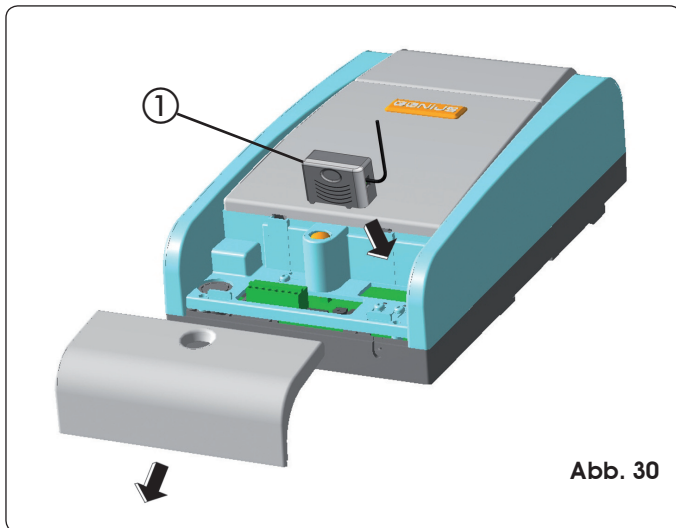

Abb. 30
Das elektronische Steuergerät ist mit einem zweikanaligen integrierten Entschlüsselungssystem. Dank dieses Systems können, über ein zusätzliches Empfängermodul (Abb. 30 Bez. ①) und Funksteuerungen mit derselben Frequenz, sowohl die vollständige Öffnung (OPEN A) als auch die Teilöffnung (OPEN B) der Automation durchgeführt werden.